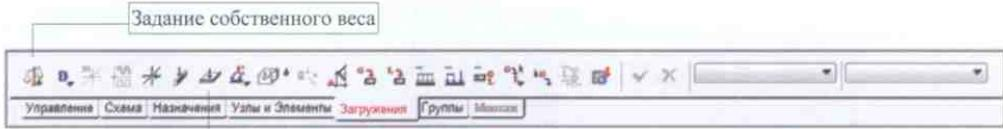
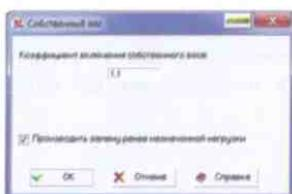

Рис. 4.7-9. Инструментальная панель Загружения
Рис. 4.7-10. Диалоговое окно Собственный вес
В качестве первого загружения примем собственный вес плиты. Для его назначения используется одноименная операция в инструментальной панели (рис. 4.7-9). После нажатия кнопки **Собственный вес** появляется диалоговое окно, в котором задается коэффициент, с которым нагрузка от собственного веса будет включена в загружение (рис. 4.7-10).
- в инструментальной панели **Загрузения** нажать кнопку **Задание нагрузок на пластины** (рис. 4.7-9);